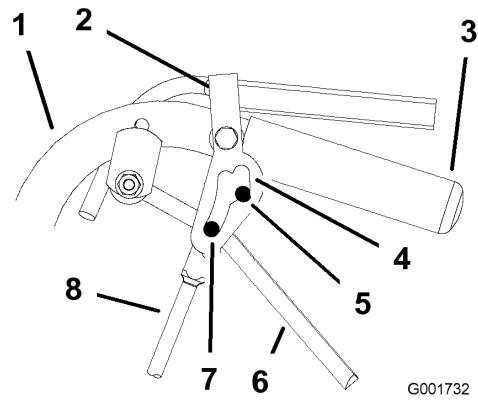

Figura 41
- Quite y ponga el cierre de bloqueo de punto muerto comprobando que la rueda no gira (Figura 41). Continúe con este proceso hasta que la rueda no gire.